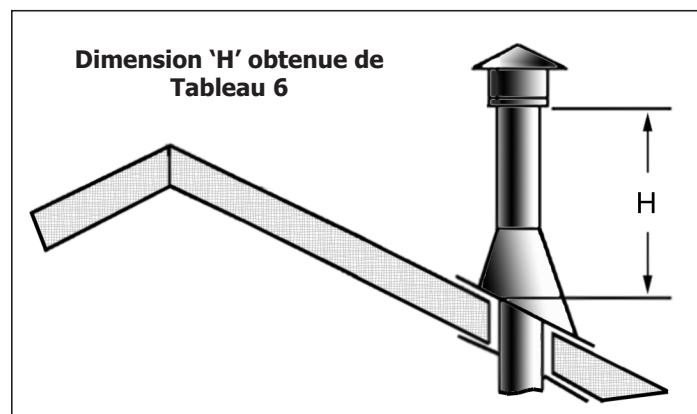

Figure 36: Hauteur de la terminaison verticale; Tableau de référence 7.
**ÉTAPE 8.** Continuez à ajouter des sections de tuyau jusqu'à ce que la hauteur du bouchon d'évent réponde aux exigences minimales du code. Reportez-vous à la Figure 36 et au Tableau 6. Notez que pour les pentes de toit raides, la hauteur de l'évent doit être augmentée. Dans des conditions de vent fort, les arbres à proximité, les lignes de toit adjacentes, les toits à forte pente et d'autres facteurs similaires peuvent entraîner un mauvais tirage ou un tirage vers le bas. Dans ces cas, l'augmentation de la hauteur de l'évent peut résoudre le problème.